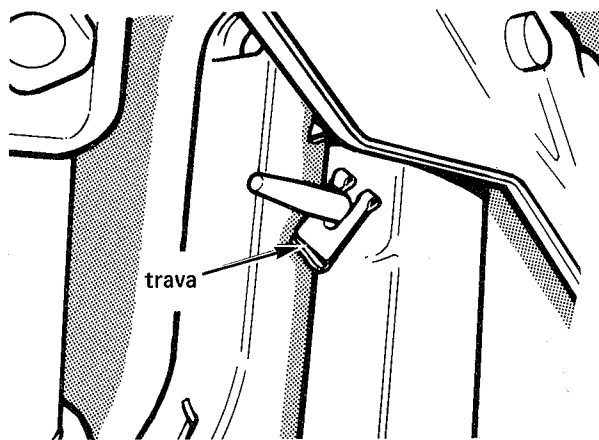

fig. 35
2. Remover a trava da haste de acionamento do servofreio (fig. 35)